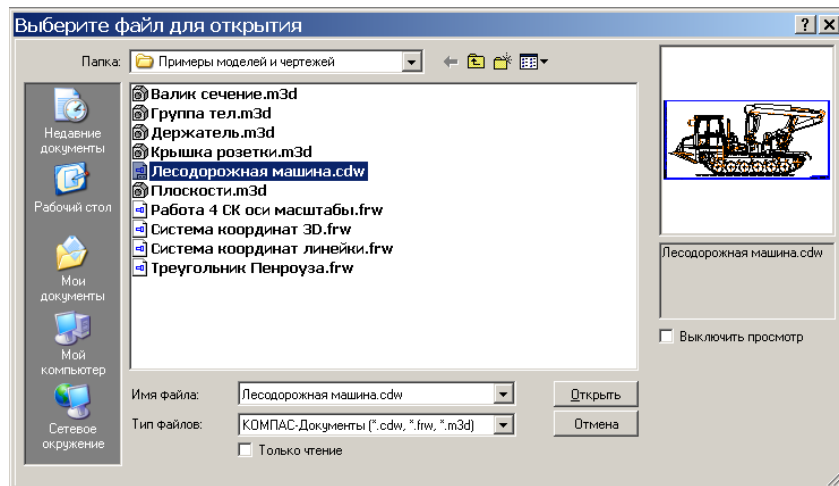

Рис. 1.22.
- 2) установите в поле **Тип файлов** маску - ***.cdw** (**cdw** – расширение файла чертежа), а затем в списке файлов найдите и откройте файл с деталью *Лесодорожная машина.cdw* (рис. 1.22).